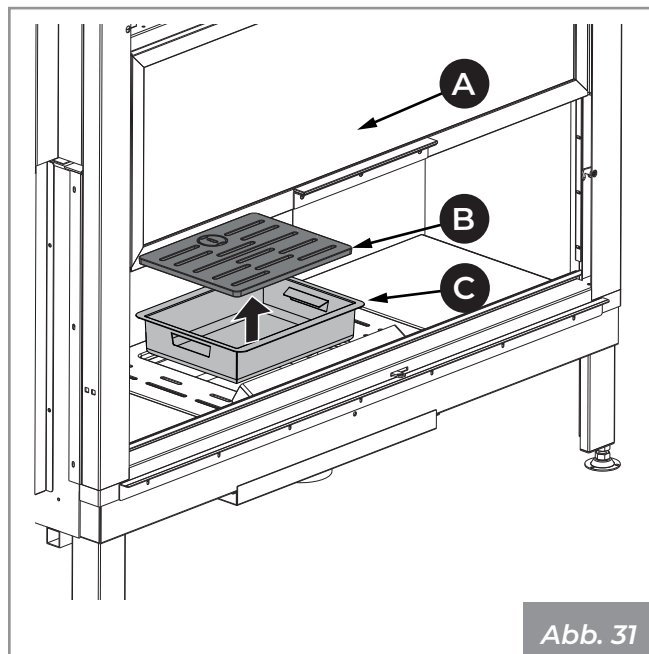

Abb. 31
- 2) Erheben und entnehmen Sie das Gitter (**B**) und die Aschelade (**C**) (**Abb. 31**).